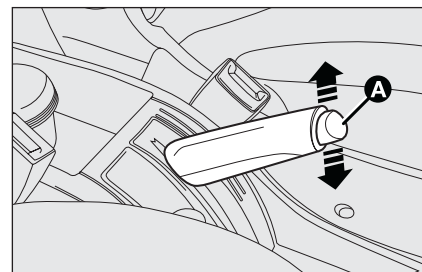

fig. 1
- ☐ sollevare leggermente la leva e premere il pulsante di sblocco **A** fig. 1;